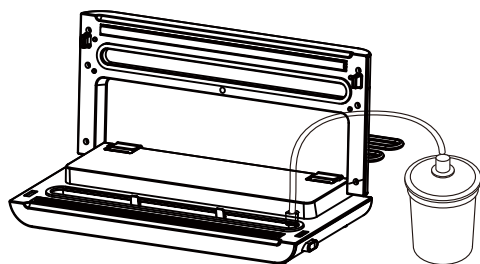

图5
- 3.将抽气管的两端分别插入机器进气口和保鲜罐或盒盖上的抽气口，确保保鲜罐或盒处于密封状态，如图5；